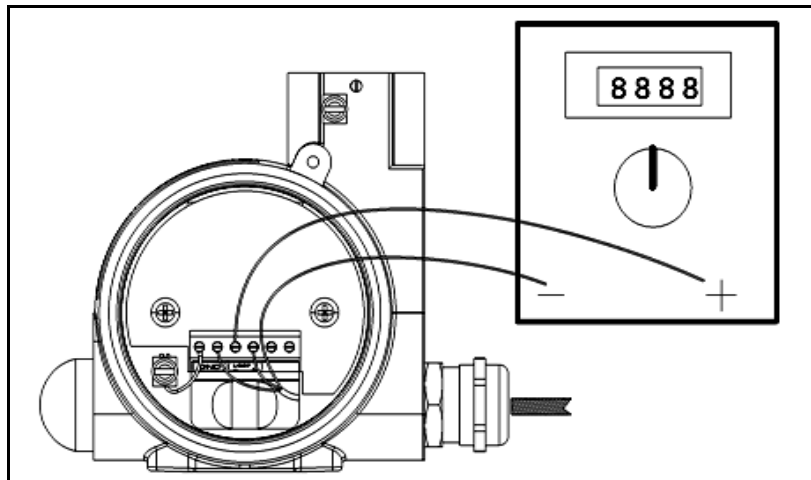

Figure 12 : Raccordements d'ampèremètre
3. Raccordez l'ampèremètre à la boucle comme illustré à la *Figure 12* ci-dessous.